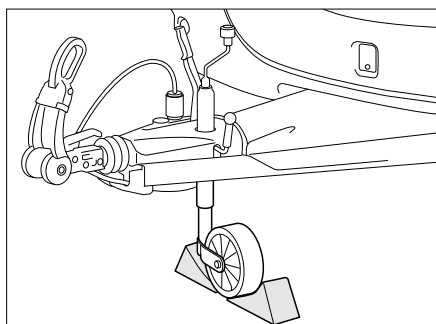

Bild 182 Stützrad sichern
- Das Stützrad quer zur Fahrtrichtung stellen und mit geeigneten Hilfsmitteln sichern (Bild 182).